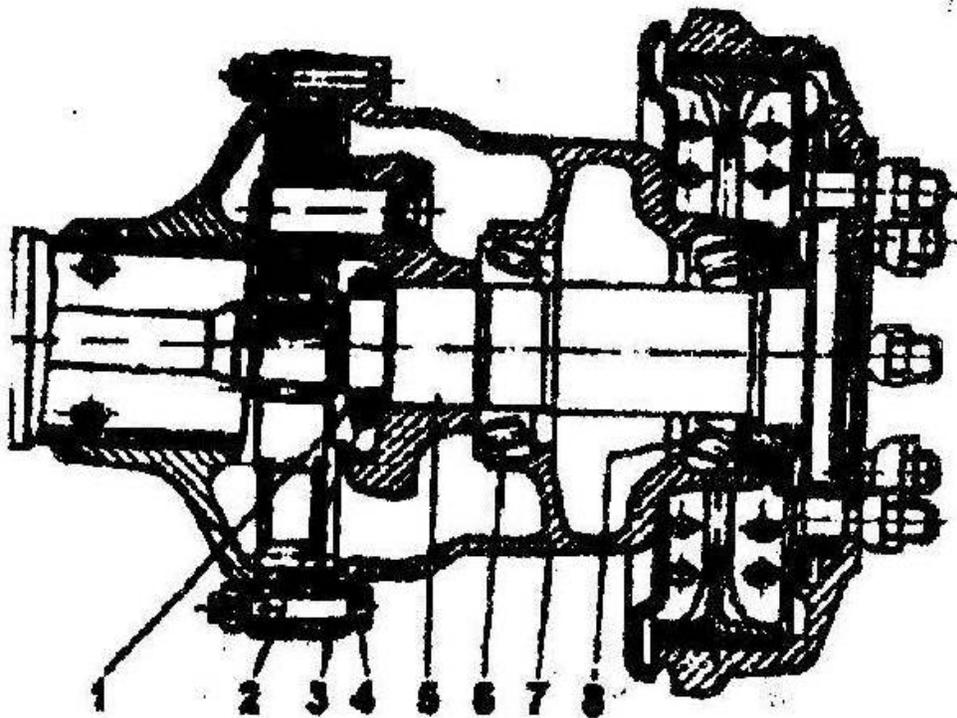

Рис. 55. Бортовой редуктор:
6.7.1.3. БОРТОВЫЕ РЕДУКТОРЫ не нуждаются в регулировках в течение всего периода эксплуатации. Однако, если в процессе эксплуатации будет обнаружен осевой люфт в подшипниках 6 и 8 (рис. 55), который может привести к ускоренному износу шин и подшипников, то необходимо незамедлительно осуществить регулировку натяга подшипников в следующей последовательности: